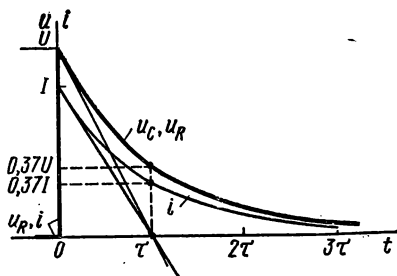

Рис. 2.78
3. При разрядке конденсатора на резистор, напряжения u_C и u_R и ток i уменьшаются, асимптотически приближаясь к нулю (рис. 2.78)